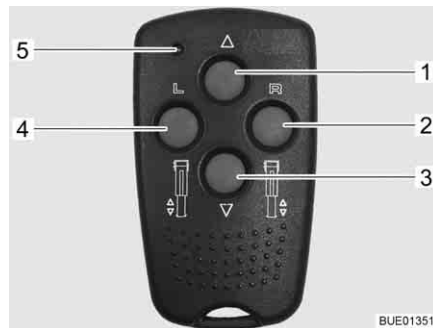
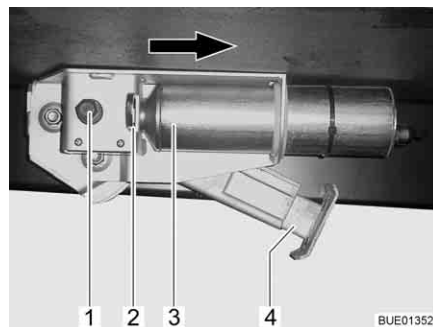

Bild 29 Fjärrstyrning för elektriska stödben
Bild 30 Elektriska stödben på fordonet
- Förval: Stödben vänster (Bild 29,4)
- Förval: Stödben höger (Bild 29,2)
- Köra in stödben (Bild 29,1)
- Köra ut stödben (Bild 29,3)
- Kontroll-LED (Bild 29,5)
Vid varje knapptryckning blinkar kontroll-LED:n (Bild 29,5).
- Tryck in förvalsknappen för stödbenssidan (Bild 29,2 eller 4) i ca 1 sekund.
- Tryck inom 2 sekunder in knappen "Köra ut stödben" (Bild 29,3) och håll den intryckt tills stödbenet (Bild 30,4) ligger an mot marken.
- Tryck inom 2 sekunder in knappen "Köra in stödben" (Bild 29,1) och håll den intryckt tills stödbenet (Bild 30,4) körts in helt. När stödbenet körts in helt ljuder en kontrollsignal.
- Tryck låsbygeln (Bild 30,2) inåt.
- Skjut motorn (Bild 30,3) i pilens riktning så långt det går.
- Kör in resp. ut stödbenet som ett mekaniskt stödben, med hjälp av sexkanten (Bild 30,1).
När störningen har åtgärdats: Skjut motorn till utgångsläget, i motsatt riktning mot pilriktningen. Dra ut låsbygeln (Bild 30,2) tills den hakar i.